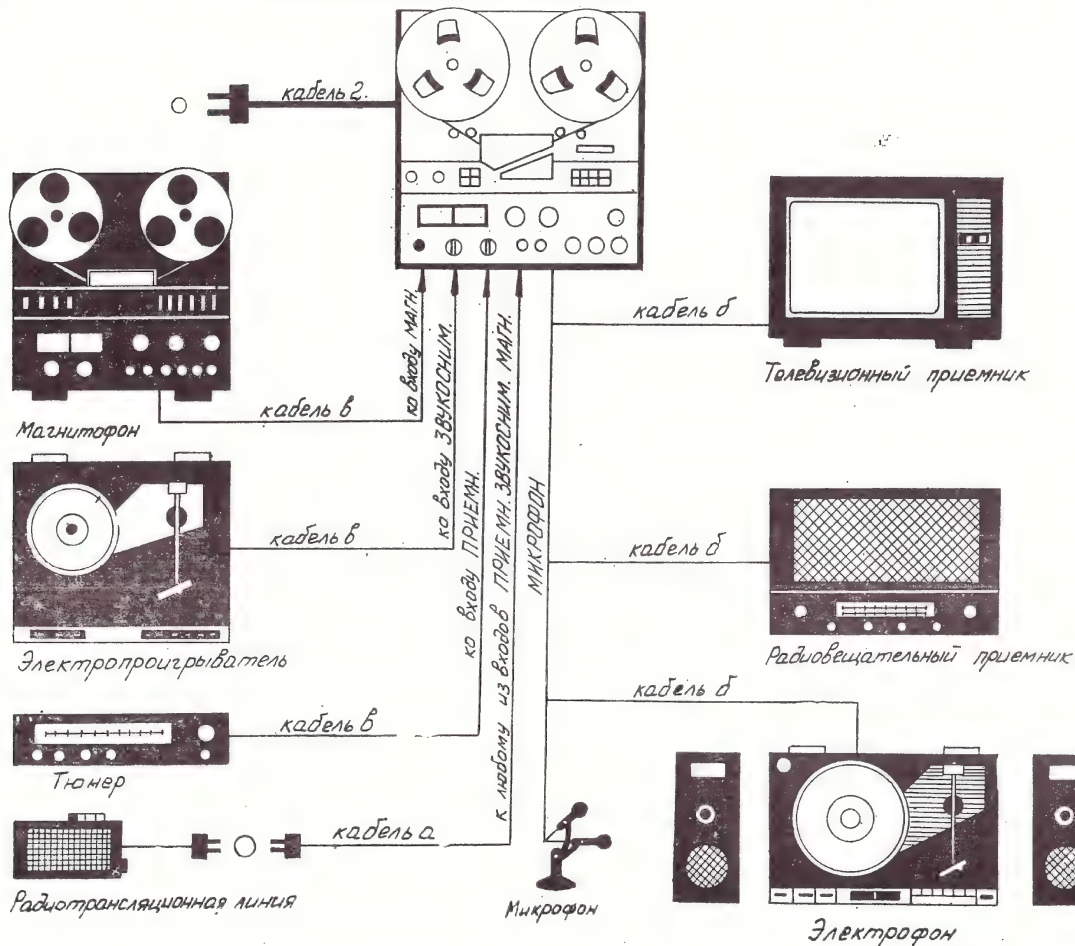

Рис. 5
6.3.1. Ознакомьтесь со схемой внешних соединений при записи (см. рис. 5).